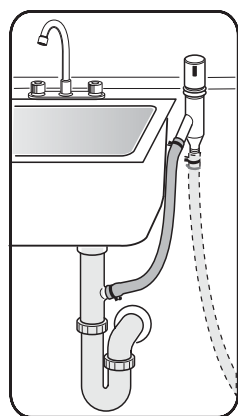

Ilustración 25
- 3 A la conexión de evacuación debajo del fregadero y a través de un dispositivo de ventilación, como muestra la **Ilustración 25**.